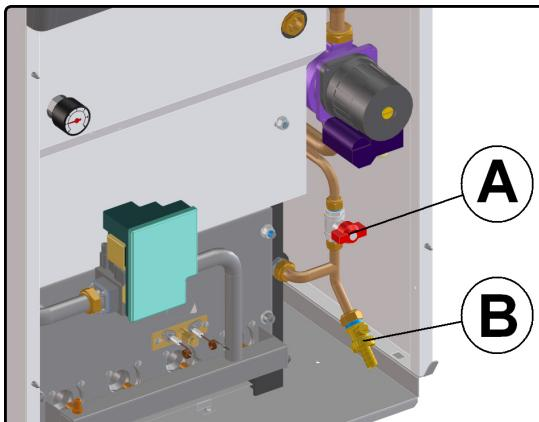

Fig. 3.4
Per i modelli **PE** e **WT** disinserire l'apparecchio dalla rete elettrica agendo sull'interruttore bipolare previsto sull'impianto, aprire il pannello frontale della carrozzeria (2), aprire il rubinetto di riempimento (A in fig. 3.4), e contemporaneamente verificare la pressione del circuito riscaldamento sul manometro.
For the **PE** and **WT** models disconnect the unit from the mains via the bipolar switch, open the front body panel (2), turn the fill-up cock on (A in fig. 3.4) and simultaneously check on the gauge the pressure in the central heating circuit.
Para los modelos **PE** y **WT** desconectar el aparato de la red eléctrica actuando sobre el interruptor bipolar dispuesto en la instalación, abrir el panel frontal de la carcasa (2), abrir el grifo de llenado (A en la fig. 3.4), y comprobar al mismo tiempo la presión del circuito de calefacción en el manómetro. Una vez llevada a cabo esta operación, cerrar el grifo de llenado.
controllare che il rubinetto di riempimento (A in fig. 3.4) sia ben chiuso, o per i modelli CH che il rubinetto di riempimento posto sull'impianto non trafilì acqua.
check that the fill-up cock (A in fig. 3.4) has been turned off tightly or, for the CH models, that the fill-up cock on the unit is not leaking water.
controlar que el grifo de llenado (A en la fig. 3.4) está debidamente cerrado, o para los modelos CH que del grifo de llenado ubicado en la instalación no salga agua.